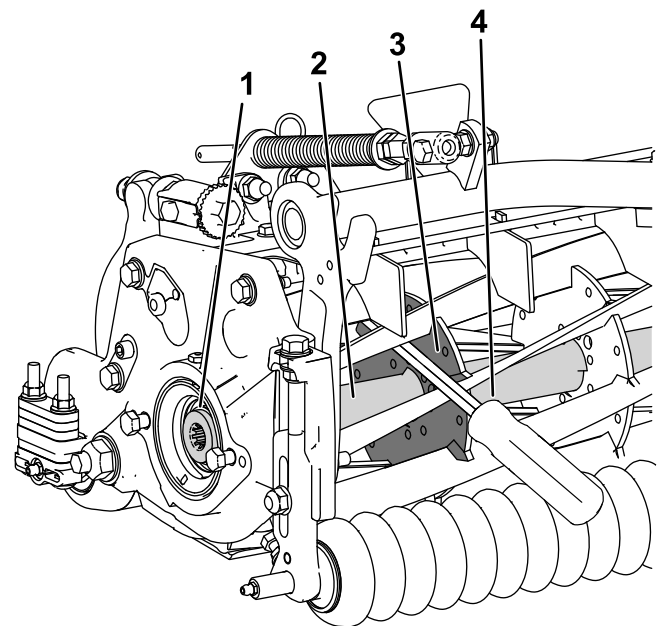

Bild 43
1. Stecken Sie ein langes Hebeleisen (empfohlen 10 mm x 300 mm mit Schraubendrehergriff) durch die Vorderseite der Spindel, nahe an der Seite des Mähwerks, die Sie anziehen werden (Bild 43).
2. Setzen Sie das Hebeleisen gegen die Schweißseite der innenliegenden Verstärkung der Schneidspindel (Bild 43).